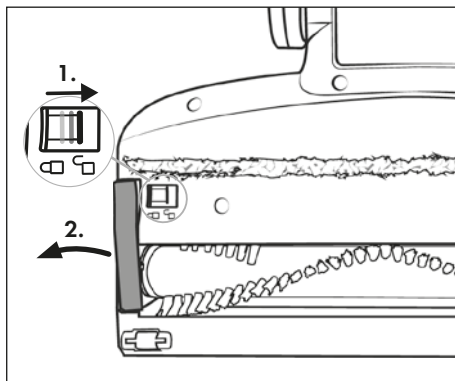

Abb. 24
- 2) Entriegeln Sie die Bürstenrolle **21**, indem Sie die Bürstenrollenentriegelung **19** mit dem Finger in Richtung des Symbols  (öffnen) schieben. Entfernen Sie dann den Bürstenrollenhalter **20** von der Bodenbürste **22** (siehe Abb. 24).